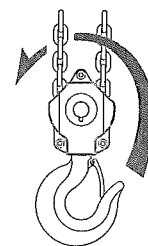

図7
- ロードチェーンの掛け数が2本以上の場合は、下フックがロードチェーンの間をくぐって反転し、ロードチェーンがねじれていないか確認してください。（図7）